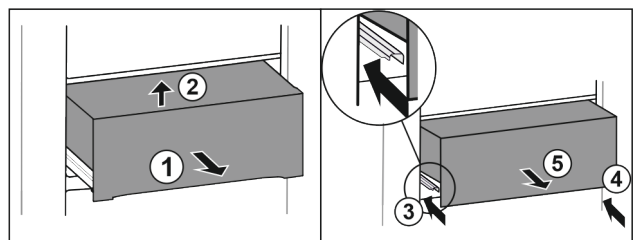

Fig. 30 *
- Zásuvku napůl vytáhněte Fig. 30 (1).*
- Vpředu nadzvedněte Fig. 30 (2).*
- Zasuňte levou kolejničku Fig. 30 (3).*
- Zasuňte pravou kolejničku Fig. 30 (4).*
- Zásuvku odeberte směrem dopředu Fig. 30 (5).*